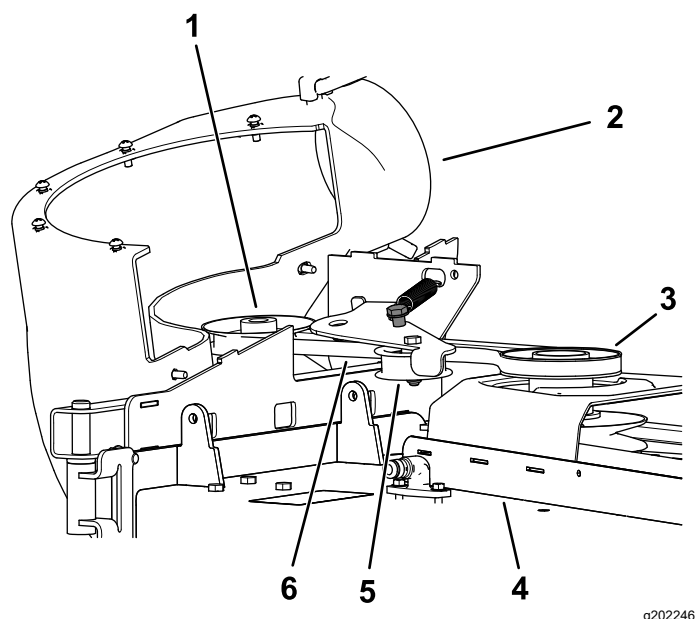

Figura 36
2. Tirate indietro la puleggia tendicinghia a molla, per allentare la tensione della cinghia (Figura 36).
6. Montate la nuova cinghia attorno alle pulegge del soffiatore (Figura 36).
8. Montate la nuova cinghia attorno alla puleggia del piatto di taglio (Figura 36).
9. Tirate indietro la puleggia tendicinghia caricata a molla e montate la cinghia sulla puleggia tendicinghia caricata a molla (Figura 36).